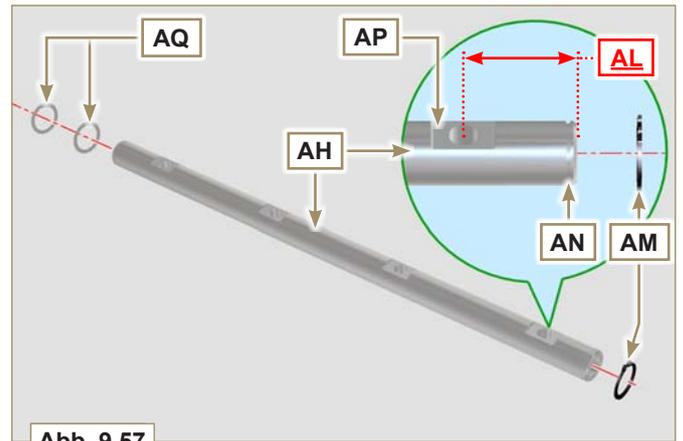

Abb. 9.57
- Für eine korrekte Positionierung der Kipphebel den Kipphebelzapfen **AH** so ausrichten, dass das untere Maß **AL** auf die Verteilerseite zeigt, wie in **Abb.9.57** nehmen.